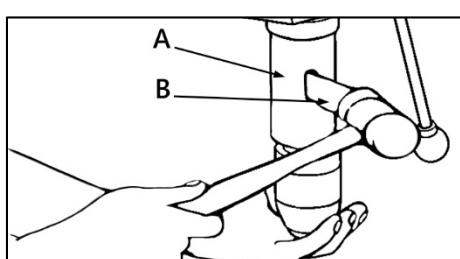

Рисунок 9.
Максимально разведите кулачки патрона повернув зажимное кольцо патрона. Вставьте в отверстие в гильзе (A) (рис. 9) расклиниватель (B) и поступите по нему резиновым молотком, придерживая патрон рукой, чтобы избежать падения патрона при отделении от шпинделя.